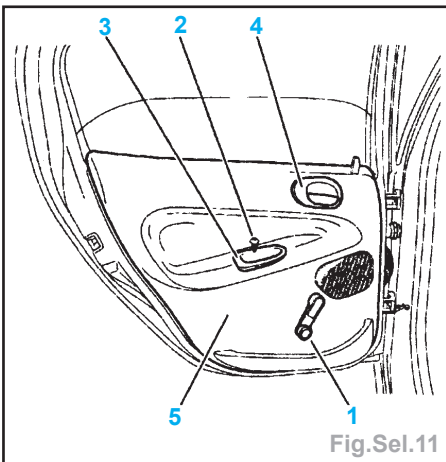

Fig.Sel.11
- déposer (Fig.Sel.11) : la manivelle (1) suivant la version, la fixation (2), l'enjoliveur (3 et 4), la garniture (5) à l'aide d'une pince à dégarnir.
- Dégager la vitre (2) du mécanisme en poussant en A à l'aide d'un tournevis et tirer la glace vers le haut et par l'extérieur.
- déposer (Fig.Sel.11) : la manivelle (1) suivant la version, la fixation (2), l'enjoliveur (3 et 4), la garniture (5) à l'aide d'une pince à dégarir.